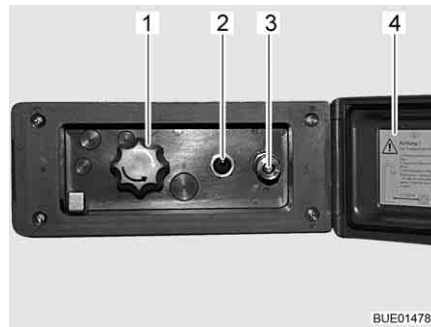

Fig. 156 Ligação do duche exterior
- Destrave a tampa (Fig. 156,4) e abra-a.
- Ligue a mangueira do duche exterior no fecho rápido (Fig. 156,3).
- Ligue a bomba de água com o interruptor (Fig. 156,2).
- Regule a temperatura da água a gosto com o botão giratório (Fig. 156,1).
- Desligue a bomba de água com o interruptor (Fig. 156,2).
- Trave a tampa (Fig. 156,4) e feche-a à chave.
- Coloque o botão giratório (Fig. 156,1) na posição do meio.